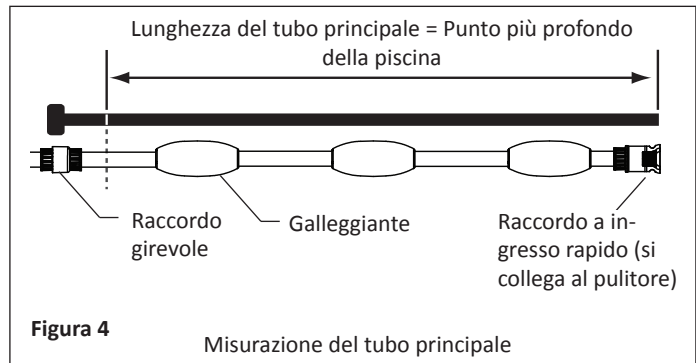

Figura 4
- Se la profondità della piscina è inferiore a 10 piedi [3 metri], scollegare il tubo principale flessibile color grigio chiaro, contrassegnato come sezione uno, dalla valvola di retromarcia. Tagliare il tubo principale, in modo che la sua lunghezza rispetto alla valvola di retromarcia corrisponda alla profondità massima della piscina. Vedere **Figura 4**.